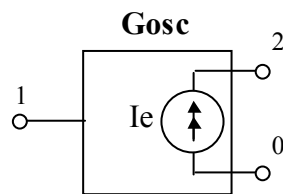

Figura 3.21
- Un oscilator ce furnizează la ieșire un curent de amplitudine și frecvență constantă (1 mA, 1 kHz) și fază linear variabilă cu tensiunea de intrare V(1) (figura 3.21):